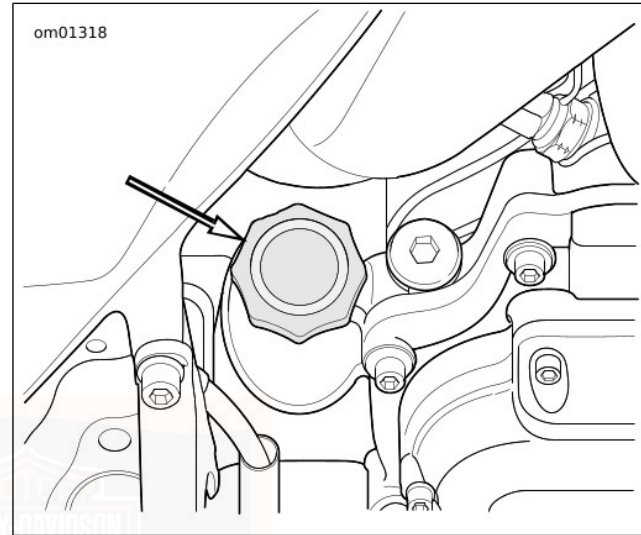

Figure 48. Bouchon de remplissage d'huile moteur
2. Voir Figure 48. Vérifier le niveau d'huile moteur.
3. Voir Figure 48. Vérifier le niveau d'huile.